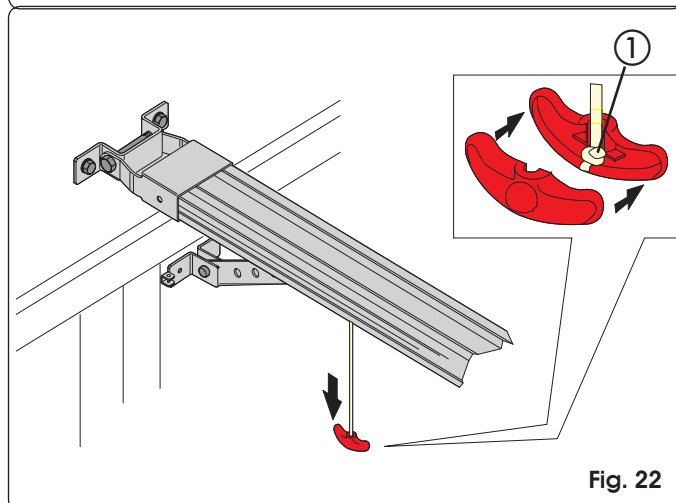

Fig. 22
- 2) Haga un nudo en el extremo del cable y ensamble la manilla de desbloqueo (Fig. 22).
- 3) Tire de la manilla de desbloqueo hacia abajo y compruebe que se pueda mover manualmente la puerta (Fig. 22).